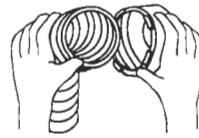

Fig. 1
- Introduire le tuyau souple dans l'extrémité filetée de l'adaptateur (Fig.1)
- Steek de flexibele buis in het mot schroefdraad voorzien uiteinde van het tussenstuk (Fig.1)
- Introducir el tubo flexible en el extremo roscado del adaptador (Fig. 1)
- *Den Schlauch in das Endstück mit Gewinde des Adapters einführen (Siehe Abb. 1)*
- Insert the flexible hose into the threaded end of the adaptor. (Figure 1)